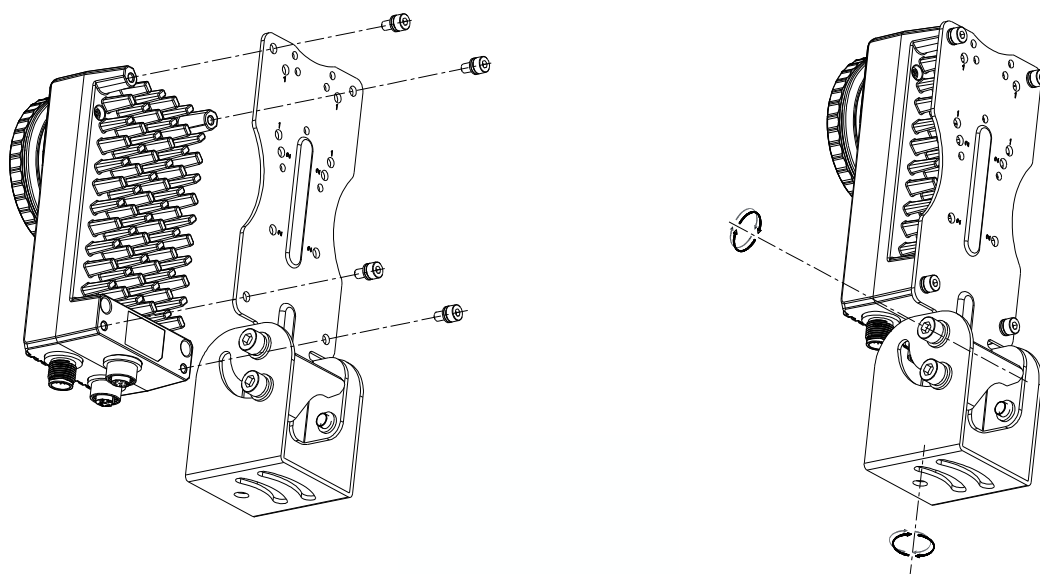
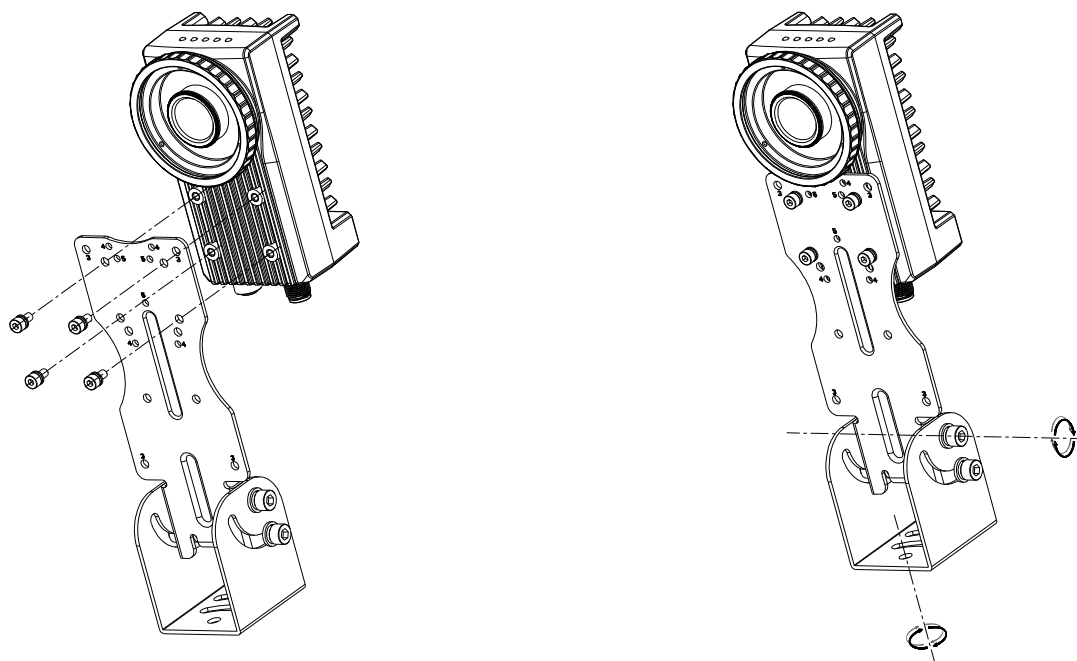
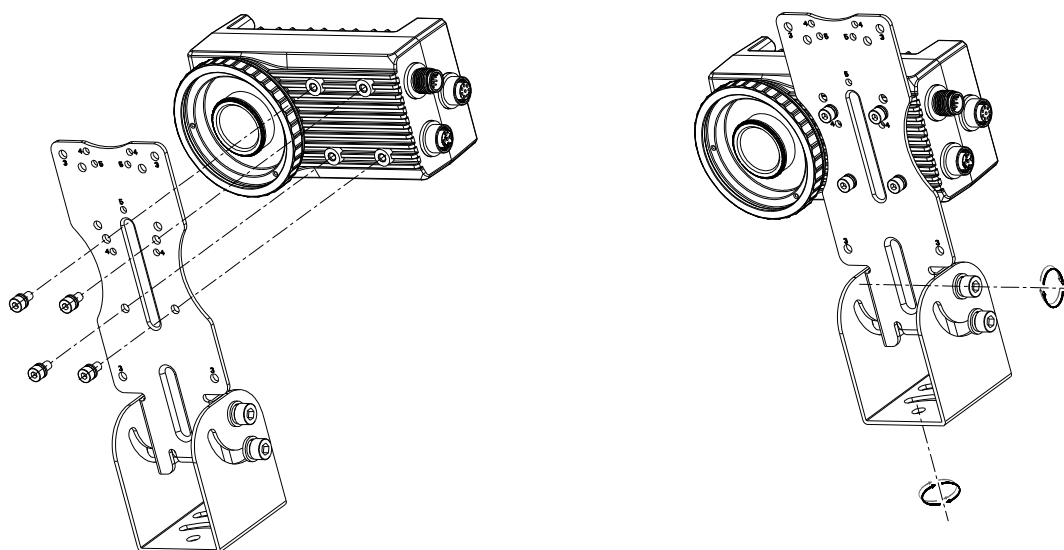

图2-3 安装方式一
图2-4 安装方式二
图2-5 安装方式三
2. 将相机用 M4 螺丝固定到安装位置，共有三种安装方式，分别如图 2-3、图 2-4、图 2-5 所示，此为不含光源和镜头罩型号智能相机示意图。可根据实际情况选择安装方式。